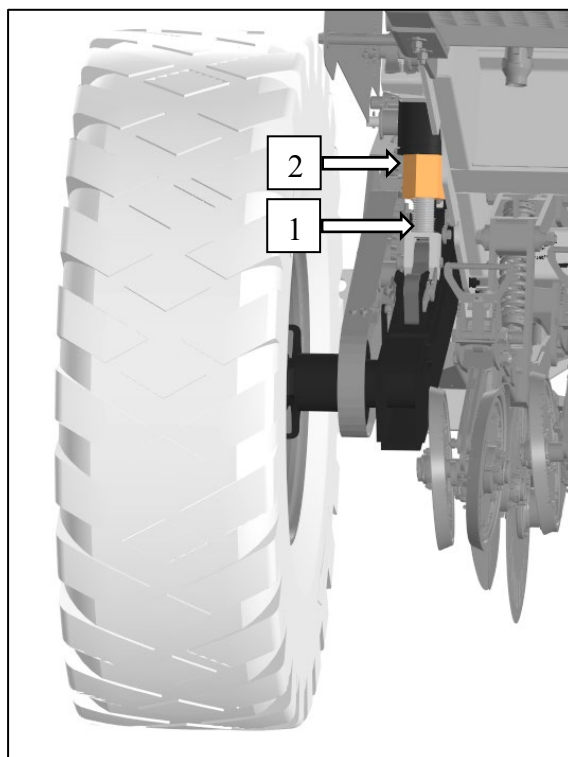
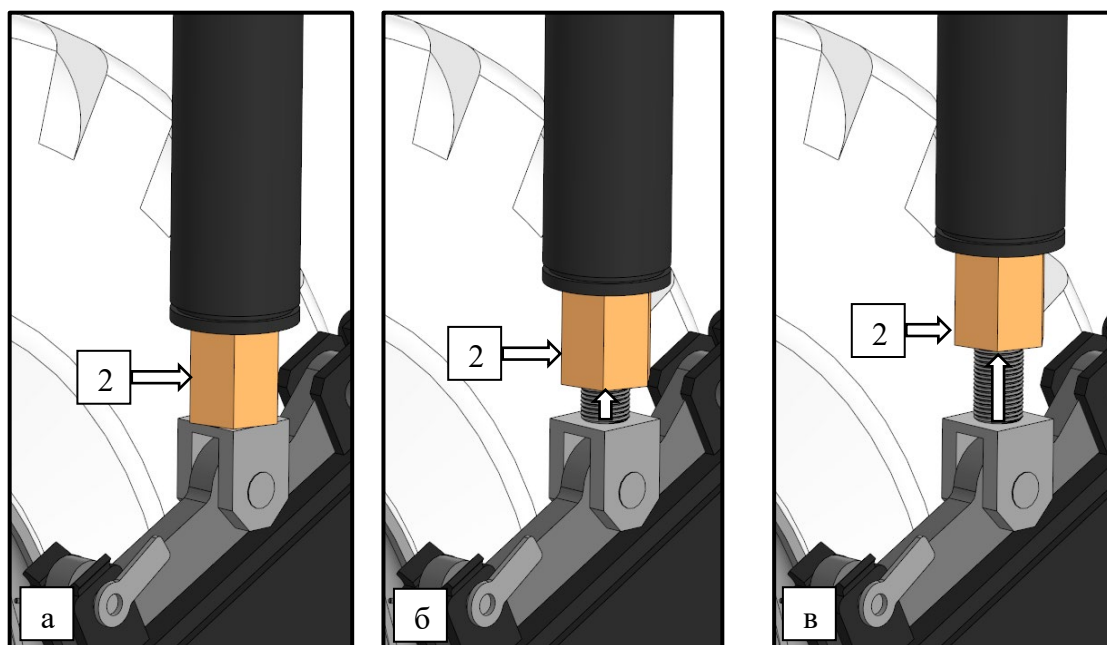

Рисунок 51 – Гидроцилиндр подъёма и опускания сошников:
Рисунок 52 – Регулировка упорной гайки на гидроцилиндрах:
Конструкцией гидроцилиндров подъёма и опускания сошников предусмотрены упорные гайки (2), которые установлены в нижней части штоков (1) (с двух сторон сеялки). С помощью гаек гидроцилиндров (2) выполняется регулировка давления на сошники, рис. 51, рис. 52.